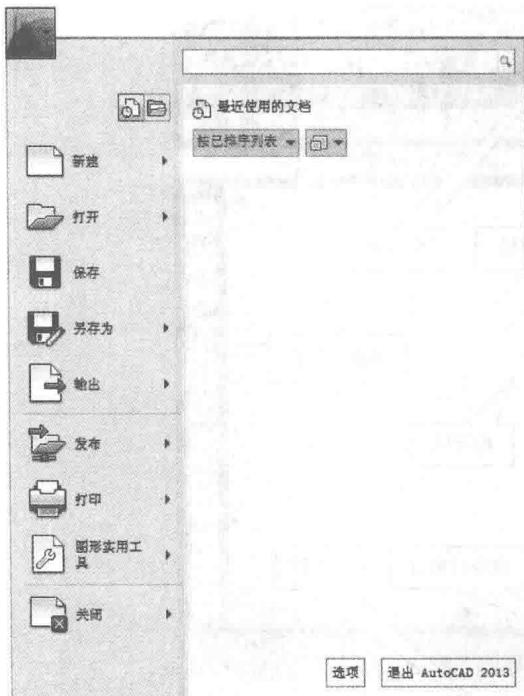

图 1-6 “程序菜单”按钮
(1) 认识“程序菜单”按钮。“程序菜单”按钮位于界面左上角。单击该按钮，系统弹出 AutoCAD 菜单，如图 1-6 所示，该菜单包含了 AutoCAD 的部分功能和命令，用户选择命令后即可执行相应操作。